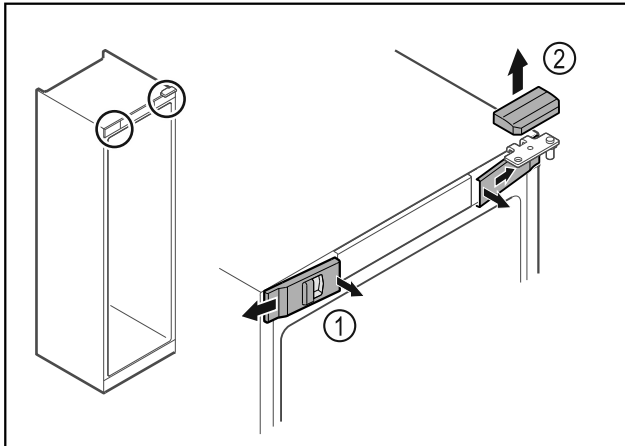

Fig. 18
- Desencajar las cubiertas delanteras Fig. 18 (1) del interior y dejarlas a un lado.
- Retirar hacia arriba la cubierta superior Fig. 18 (2).